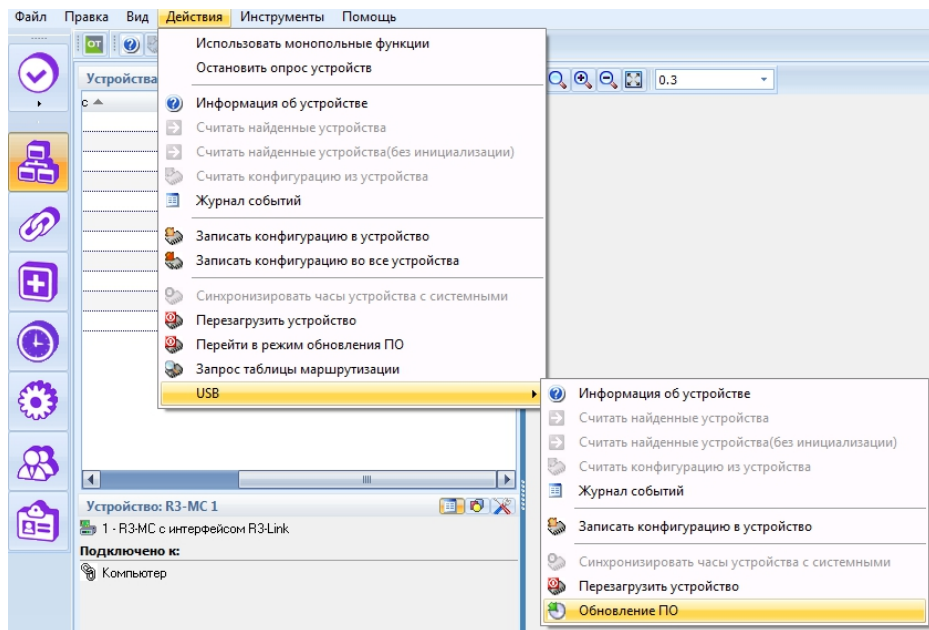

Рисунок 10.2
- д) в меню «Действия» выбрать USB, далее выбрать «Обновление ПО» (рисунок 10.2).